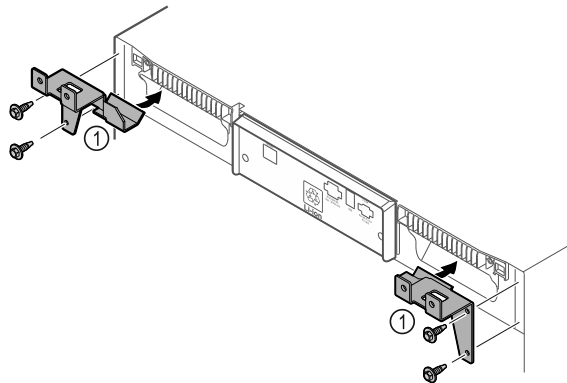

Fig. 10
- ▶ Смонтируйте на устройстве удерживающие элементы Fig. 10 (1), используя самонарезающие винты.